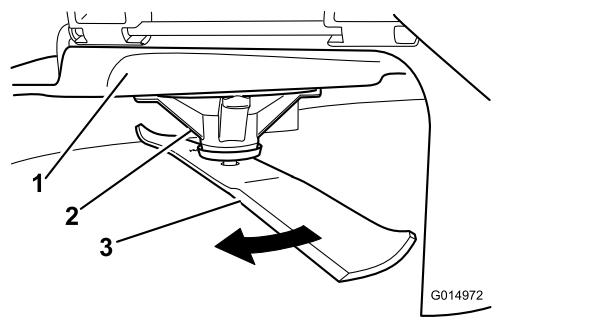

Figura 70
2. Purtai mănuia cu protecție corespunzătoare sau alte protecții adecvate pentru mâini și rotii încet lama într-o pozitie care vă permite să măsurai distanța dintre marginea de tăiere și suprafața uniformă pe care se află mainea (**Figura 70**).